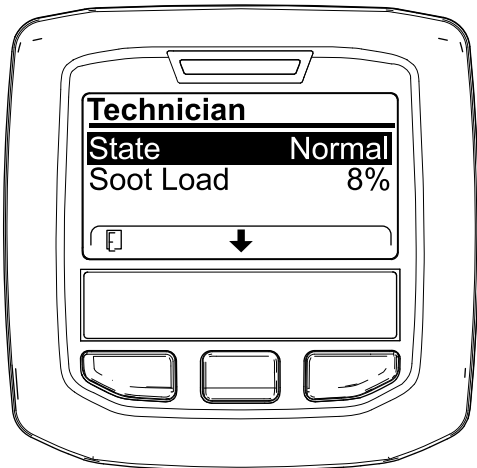

Figura 35
- Utilize a tabela de funcionamento do DPF para compreender o estado atual do funcionamento do DPF (Figura 35).